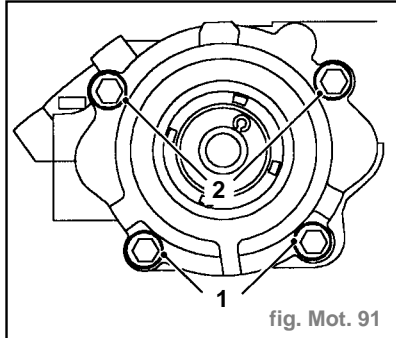

fig. Mot. 91
- Enlever les 2 boulons (1) maintenant chaque carter de calage variable sur la culasse et jeter les boulons (fig. Mot. 91).
- Desserrer les 2 boulons maintenant chaque carter de calage variable sur le support d'arbre à cames, sans les enlever (2) (fig. Mot. 91).